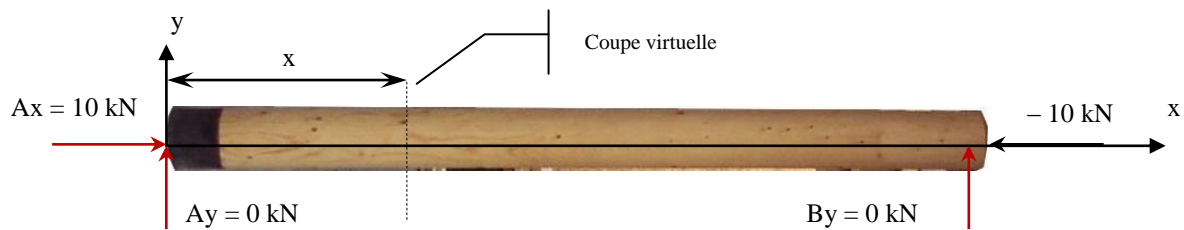

Figure B45 : Calcul de la réaction d'appui en A
- effectuer une coupe virtuelle dans la barre (figure B45) à une distance x ,